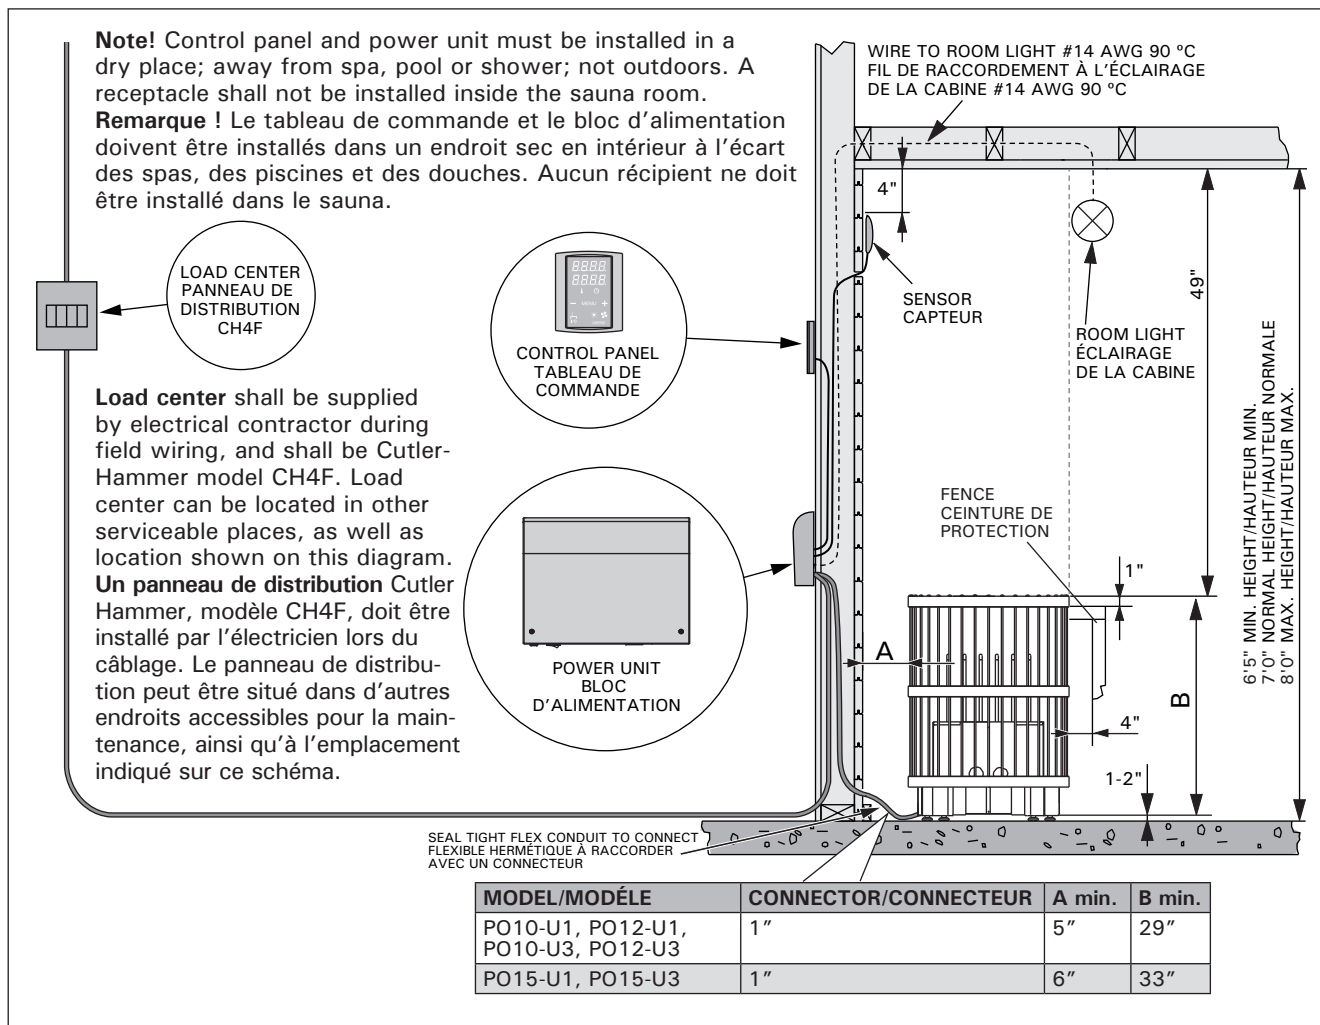

Figure 2.
- The location of the heater fulfils the minimum requirements concerning safety distances given in figures 2–6 and table 2.
- L'emplacement du poêle répond aux exigences de distances de sécurité minimales données dans les figures 2–6 et le tableau 2.
1. Remove heater from carton and place in proper location in sauna room. Observe proper clearances as per figures 2–6 and table 2. After final hookup, electrical contractor should secure heater to floor with at least two screws or bolts.
1. Sortez le poêle du carton et posez-le à un emplacement approprié dans la cabine du sauna. Respectez les dégagements indiqués dans les figures 2–6 et le tableau 2. Après le raccordement final, l'électricien doit fixer le poêle au plancher avec plusieurs vis ou boulons.
Refer to table 3 for proper wire size and amperage. See figures 2–6 for required clearances. Use copper wire from breaker to wall-mounted power unit. Supply cable must have 5 wires including insulated neutral and separate ground.
Consultez le tableau 3 pour connaître le calibre et l'intensité corrects du fil à utiliser. Voir fig. 2–6 pour connaître le dégagement requis. Utilisez du fil de cuivre du coupe-circuit au bloc d'alimentation mural. Le câble d'alimentation doit être constitué de 5 fils, dont un fil neutre isolé et un fil de terre distinct.
Refer to table 3 for proper wire size and amperage. See figures 2–6 for required clearances. Use copper wire from breaker to wall-mounted power unit. Supply cable must have 4 wires including insulated neutral and separate ground.
Consultez le tableau 3 pour connaître le calibre et l'intensité corrects du fil à utiliser. Voir fig. 2–6 pour connaître le dégagement requis. Utilisez du fil de cuivre du coupe-circuit au bloc d'alimentation mural. Le câble d'alimentation doit être constitué de 4 fils, dont un fil neutre isolé et un fil de terre distinct.